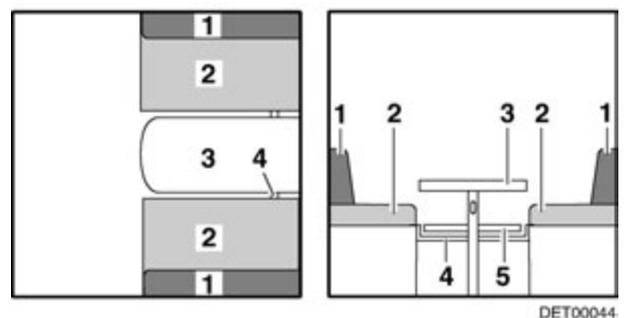

Fig. 82 Avant la transformation
- Convertir la table (Fig. 82,3) en sommier de lit (voir paragraphe 7.7).
- Insérer la baguette (Fig. 82,4) ou tirer vers l'intérieur. La baguette est correctement positionnée lorsqu'elle maintient le plateau de table environ 15 - 20 cm derrière le pied de table.